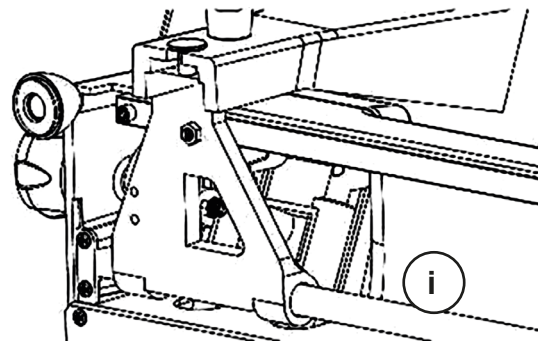

Abb. 14
- Fetten Sie den Schlitten regelmäßig mit einem lebensmittelechten Maschinenöl ein. Dazu die Aufschnittmaschine auf die Seite legen und etwas Maschinenöl auf die beiden Enden der Achse des Schlittens [i] geben (Abb. 14). Bewegen Sie dann den Schlitten auf und ab, um das Öl gleichmäßig zu verteilen. Entfernen Sie mit Hilfe eines Tuches die Reste von Öl auf der Achse.